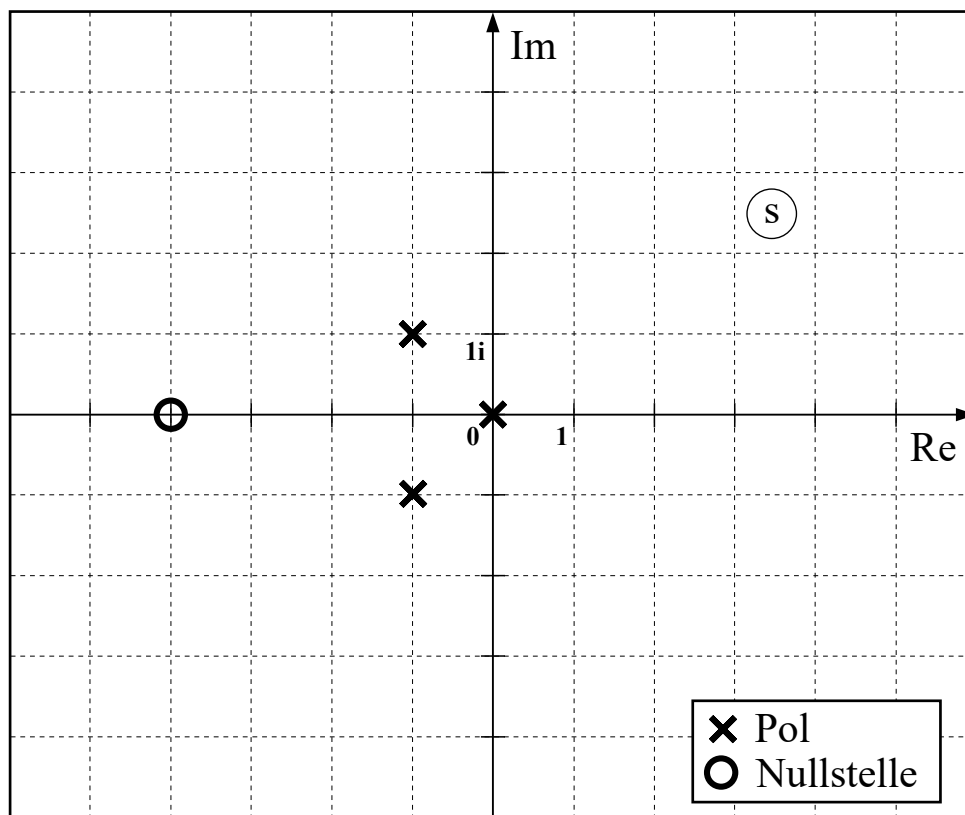

Abbildung 8: Zeichnung einer WOK.
- (1.5 Punkte) Bestimmen Sie die Zeitkonstanten des Systems anhand von Abb. 8.
- (1.5 Punkte) Vervollständigen Sie die gegebene WOK, indem Sie den Wurzelschwerpunkt, die Asymptoten und die Äste der WOK mit Richtungsangabe in Abb. 8 einzeichnen.